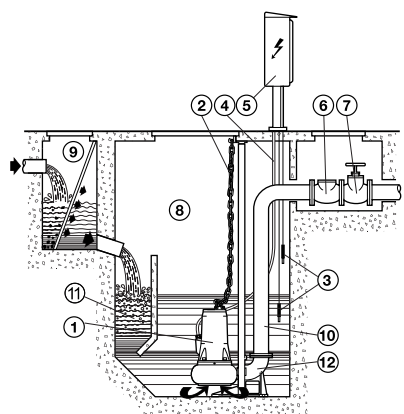

Fig. 6
- fissa con l'elettropompa posizionata sul piede di sostegno bloccato sul fondo del pozzetto o vasca di raccolta (fig. 6).
**5.2.2 INSTALLAZIONE FISSA CON AGGANCIO AUTOMATICO SUL PIEDE DI SOSTEGNO (FIG. 6)**
Durante il funzionamento l'elettropompa deve risultare completamente immersa nel liquido pompato. Per le elettropompe sprovviste di interruttore automatico a galleggiante incorporato, si rende necessaria l'installazione di un sistema di controllo a sonde (fig. 6) o a galleggiante o altre apparecchiature che assicurino il minimo livello del liquido e che proteggano l'elettropompa contro la marcia a secco.